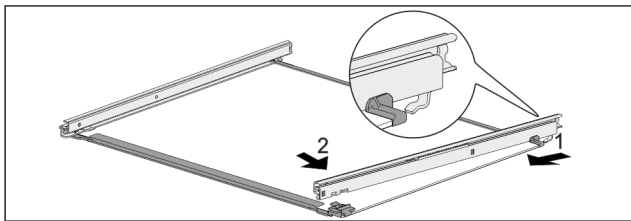

Fig. 121 Стекланная пластина с направляющими
- ▶ Зацепите направляющую сзади. Fig. 121 (1)
- ▶ Защелкните направляющую спереди. Fig. 121 (2)